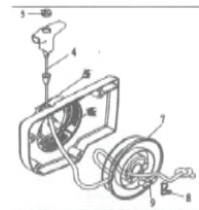

Fig 13
3. Înlocuirea șnurului demaror (ref. Fig. 13)
4. Înlocuirea clichetului (ref. Fig. 13)